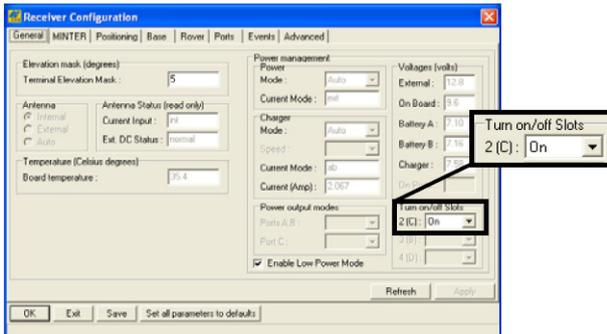

Figura 2-11. Selezione di Power Output Modes - Ports and Slots
5. Selezionare l'elenco a discesa *Turn on/off Slots* per impostare l'uscita degli slot interni (Figura 2-11).